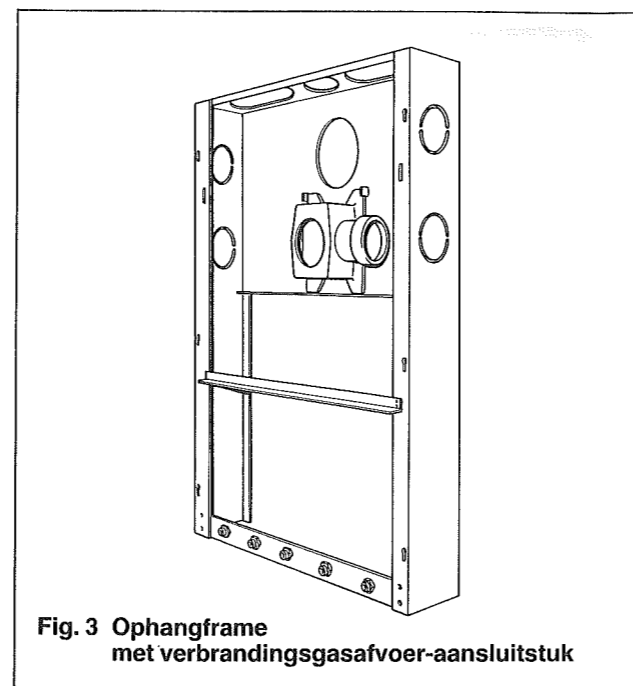

Fig. 3 Ophangframe met verbrandingsgasafvoer-aansluitstuk
- CV- en/of sanitair waterleidingen mogen achter het toestel doorlopen. (denk echter aan het verbrandingsgas afvoer-aansluitstuk fig. 3)
MONTAGE VAN HET FRAME MET VERBRANDINGSGASAFVOER VIA AFVOERLEIDING VOOR OPEN EN GESLOTEN UITVOERING fig. 3
6. Plaats het aansluitstuk in de gewenste positie in het frame tussen de daarvoor aanwezige lippen. (fig. 3) Voor gesloten uitvoering kan de pijpmond van de verbrandingsgasafvoer naar links of rechts wijzen. Bij een open uitvoering kan de pijpmond naar links, rechts of naar boven gericht worden. Hierna de lippen omslaan zodat het aansluitstuk vastzit.